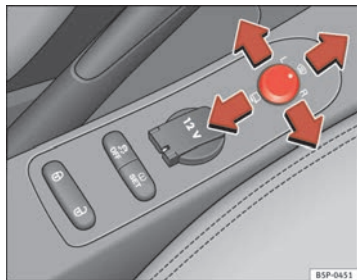

Fig. 87 Comando dos retrovisores exteriores
1. Rodar o botão giratório ⇒ **fig. 87** para a posição **L (espelho retrovisor esquerdo)**.
- Rodar o comando para a frente, na posição central ⇒ **fig. 87** 1, para que os retrovisores térmicos aqueçam e a função de vidro pára-brisas aquecível* na zona de repouso das escovas, fique activa ⇒ página 128.
- Rodar o comando ⇒ **fig. 87** até à posição para rebater os retrovisores exteriores. Para evitar danos no veículo, deve recolher os retrovisores exteriores sempre que o veículo entre num túnel de lavagem automática.